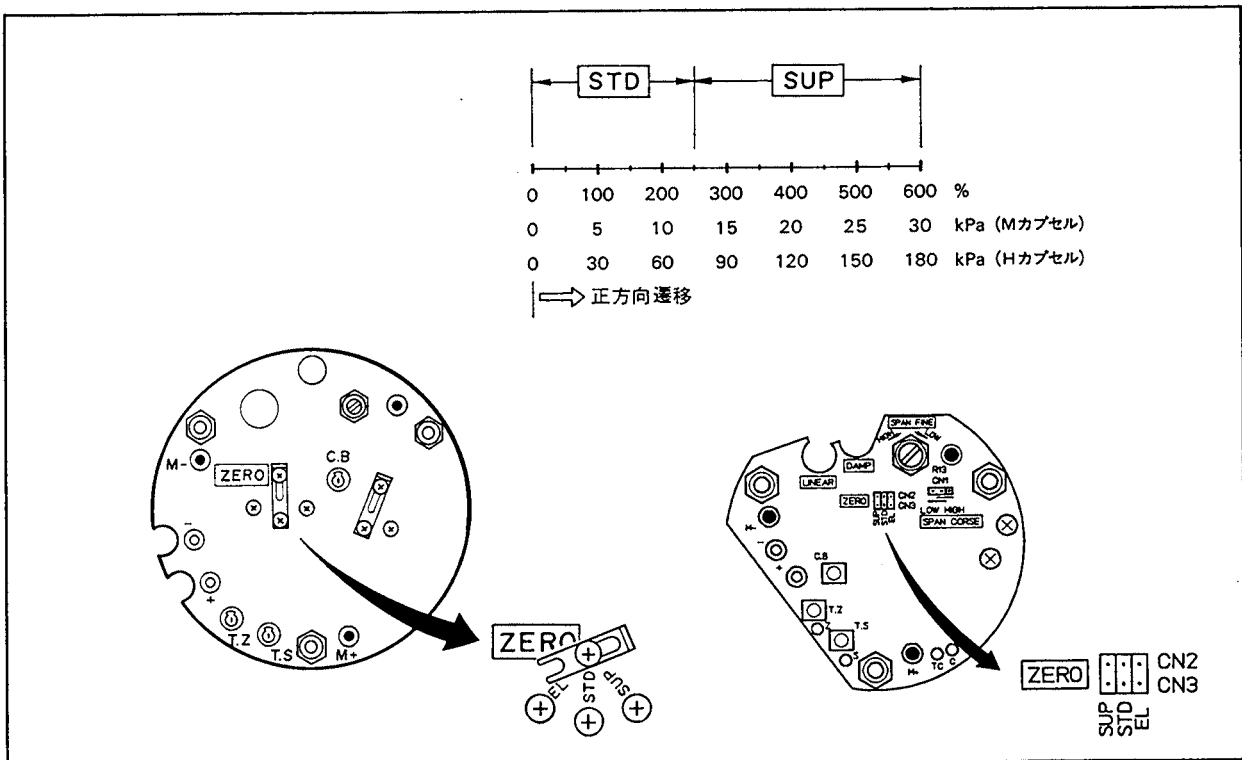

図6.11 遷移方向の変更
- (1) 電源を切ります。
- (2) 6.5.1項を参照して内蔵指示計を取りはずします。
- (3) 図6.11に示すゼロ点粗調整ジャンパ(またはピンコネクタ)を、遷移方向および遷移量に応じて次のえます。ゼロ点の微調整はケース外部のゼロ調整ねじで行います。